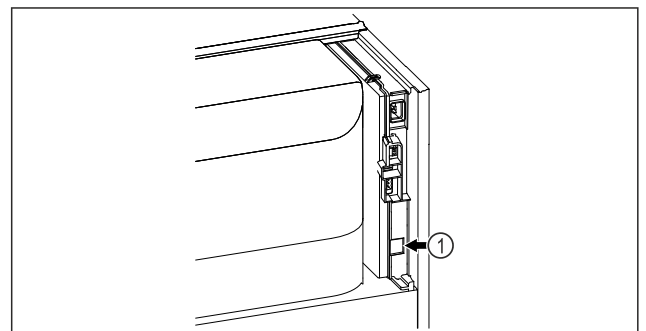

Fig. 83
- ☐ Το SmartModule Fig. 83 (1) είναι τοποθετημένο.